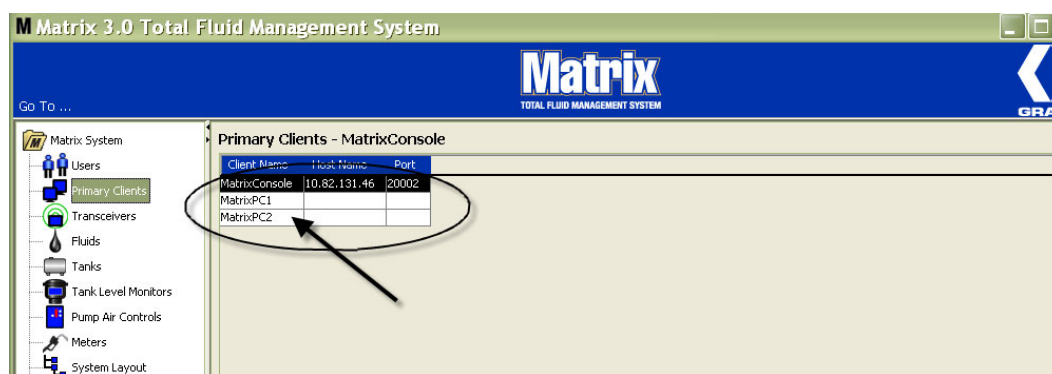

FIG. 81
- De nieuwe Primaire client wordt toegevoegd onderaan de lijst op het Primaire clients-scherm (FIG. 81). Na het invoeren van de naam van een nieuwe Primaire client, wordt de naam weergegeven met blanco hostnaam en poort. Deze velden worden automatisch ingevuld wanneer de Primaire client de eerstvolgende keer verbinding maakt met de Matrix Service Engine.